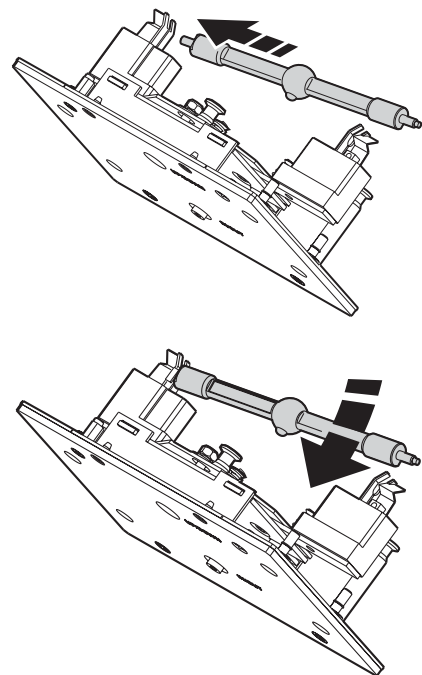

Figure 3: Inserción de la lámpara
- 4 Con la protuberancia del bulbo mirando hacia la placa metálica, insertar la lámpara tal y como se muestra en la Figure 3 e insertar el contacto izquierdo en el portalámparas. Empujar hacia abajo el muelle de la derecha y situar el contacto en su sitio.